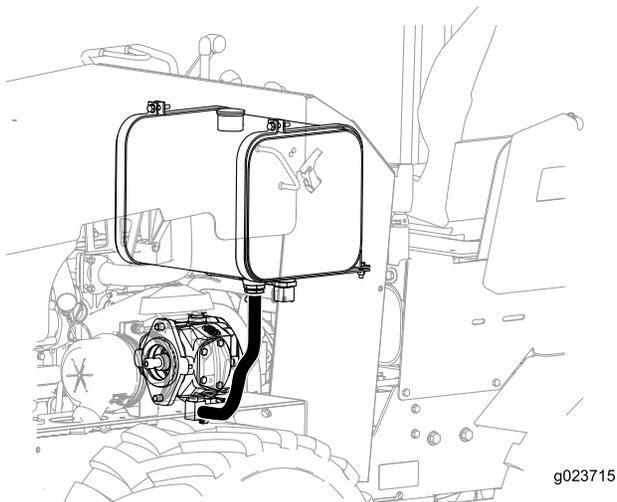

Figure 42
5. Pincez le flexible montré à la Figure 42 et retirez le collier qui est branché à l'autre bout au raccord en T.
12. Montez le flexible comme montré à la Figure 42.